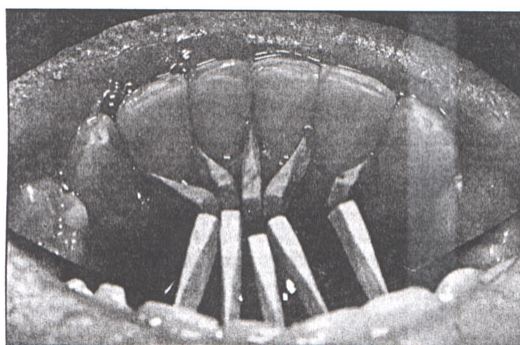

Рис. 2: Клинышки помещены межпроксимально, чтобы предотвратить затекание избытка полимера в пространства между зубами.
3. Поместите клинышки межпроксимально, чтобы избежать затекания избытка полимера в пространства между зубами (рис.2).